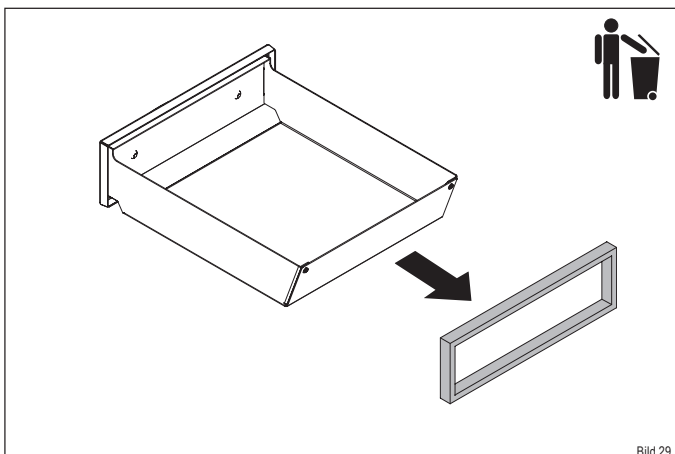

Bild 29
- ▶ Umwickeln Sie das Ende auch mit Kupferband (Bild 28) und drücken Sie die Dichtung in die Führung rein (Bild 29).
- ▶ Ziehen Sie die alte Dichtung aus der Führung heraus und entsorgen Sie diese im Abfall (Bild 29).